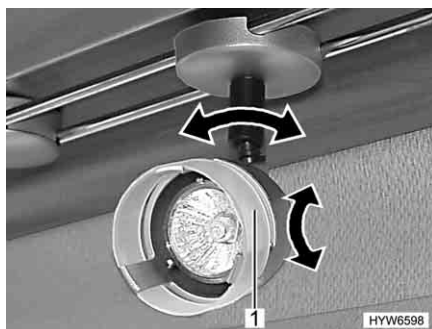

Fig. 82 Come orientare il faretto
- Afferrare l'involucro (Fig. 82,1) e girarlo.